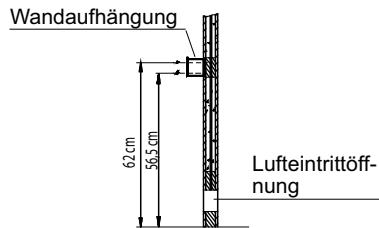

Abb. 2
1. Wandhalterung gemäß Abb. 2 + 3 mittig